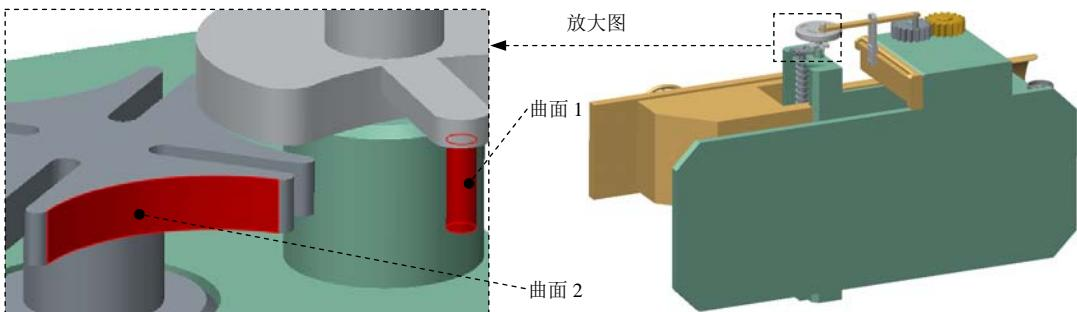

图 9.6.77 定义“凸轮1”的参考
(1) 调整元件 SCREW 至图 9.6.77 所示的大致位置。
(2) 选择命令。单击 **连接** 区域中的“凸轮”按钮 ，此时系统弹出“凸轮从动机构连接定义”对话框。
(3) 定义“凸轮 1”的参考。选中对话框中的 **自动选择** 复选框，选取图 9.6.77 所示曲
(4) 定义“凸轮2”的参考。单击“凸轮从动机构连接定义”对话框中的**凸轮2**选项卡，选中对话框中的**自动选择**复选框，选取图9.6.77所示曲面2为“凸轮2”的参考，单击“选择”对话框中的**确定**按钮。